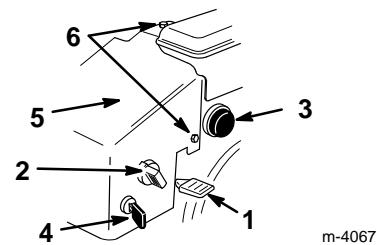

Figure 13
- Clé de contact** (Fig. 13)—Insérez la clé dans le commutateur d'allumage avant de mettre le moteur en marche à l'aide du lanceur. Pour couper le moteur, retirez la clé de contact.
- Commande des gaz** (Fig. 13)—Déplacez la manette vers le haut pour augmenter le régime du moteur, ou vers le bas pour le réduire.
- Starter** (Fig. 13)—Pour mettre en marche un moteur froid, tournez la commande de starter en position Maxi (Full). Au fur et à mesure que le moteur se réchauffe, ramenez petit à petit la commande en position Arrêt.
- Amorceur** (Fig. 13)—Appuyez sur l'amorceur pour envoyer une petite quantité d'essence dans le moteur afin de faciliter le démarrage par temps froid.
2. Retirer les quatre vis de fixation de la boîte de chauffage (Fig. 13 et 17).
6. Insérez la clé de contact (Fig. 13).
9. Dès que le moteur à démarré, tournez le bouton de starter (Fig. 13) sur la position 3/4.